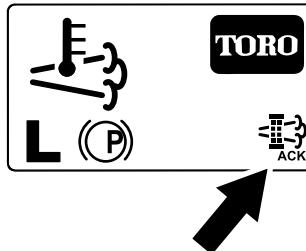

Bild 67
8. Im InfoCenter wird der Begrüßungsbildschirm angezeigt; das Symbol für die Bestätigung der Regenerierung (**Bild 67**) wird unten rechts auf dem Bildschirm angezeigt, wenn die Regenerierung ausgeführt wird.